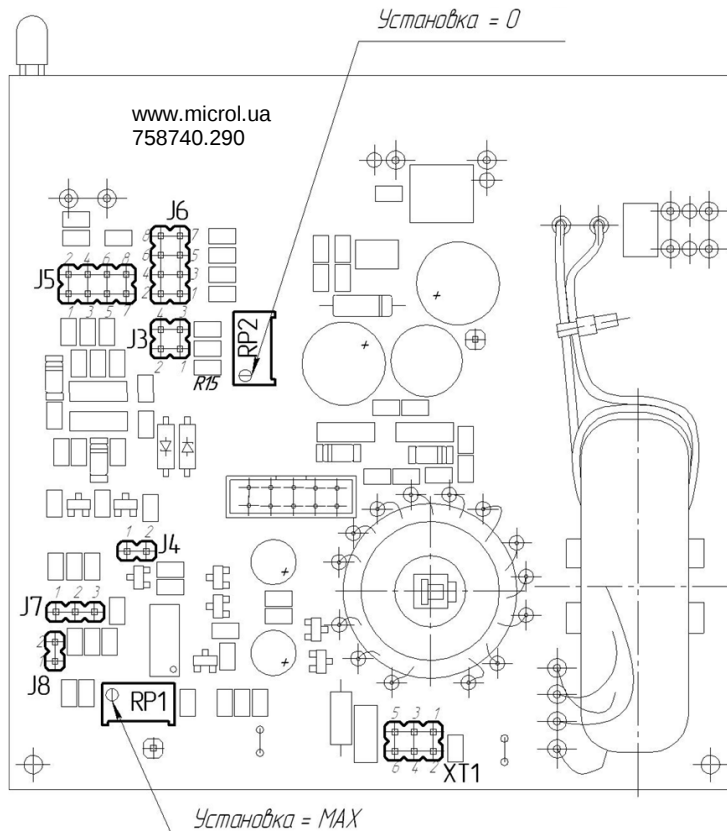

Рисунок 9.1 - Схема розташування органів регулювання та елементів налаштування ПНС-3 (для приладів з платою ПРМК.758740.290).
9.4 Час перетворення для приладу ПНС-3 із заводською установкою дорівнює 6 секунд - це максимальний час, необхідний для перетворення значення вхідного сигналу при різкій його зміні (на весь діапазон шкали - від 0% до 100% або навпаки). Якщо потрібно переналаштувати цей час потрібно змінити положення перемичок J7 і J8 (див. рис. 9.1) відповідно до таблиці 9.3